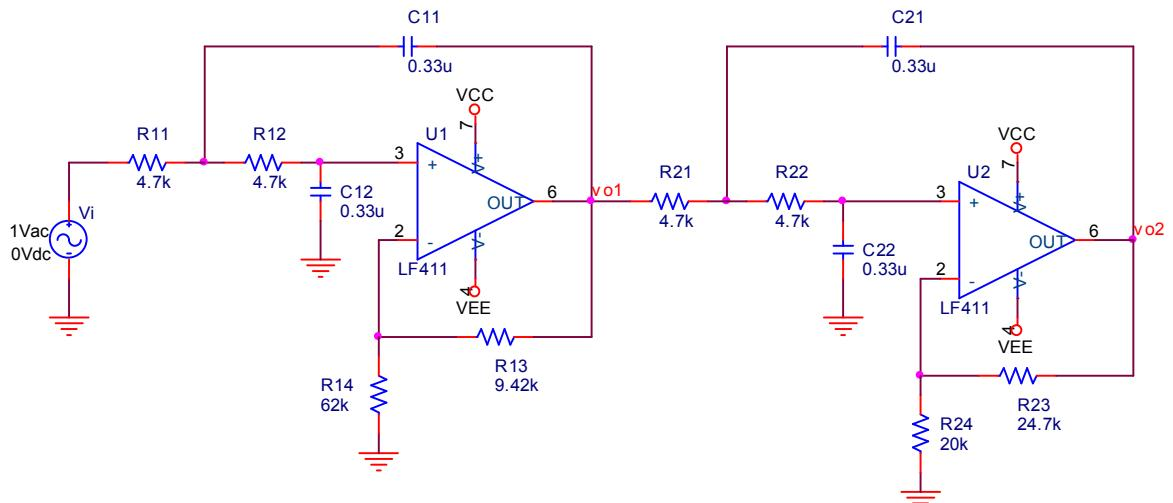

图 8.2.2 四阶巴特沃思低通滤波器
8.2.2 四阶巴特沃思低通滤波器如图 8.2.2。求通带增益、截止频率和幅频特性曲线。(sijiebatewosiditong)